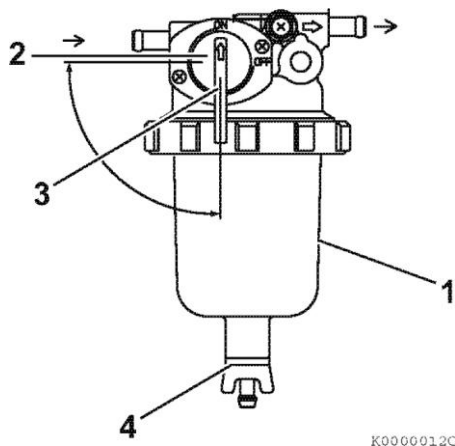

Рисунок 44
1. Поместите соответствующий контейнер под топливным фильтром / водным сепаратором (рисунок 44(1)), чтобы собрать загрязняющие примеси.
2. Закройте (рисунок 44(2)) топливный кран (рисунок 44(3)).
3. Ослабьте сливной кран (рисунок 44(4)) на донной части топливного фильтра / водного сепаратора. Слейте воду, скопившуюся внутри.
5. Откройте топливный кран (рисунок 44(3)).